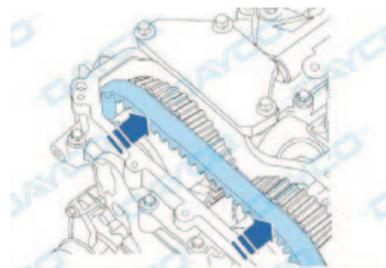

Fig. 1.12
- Haga desplazar la correa como se indica y cácela en las poleas de los ejes de levas (Fig. 1.12).